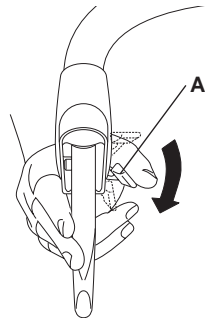

Fig. 1
- 1 - Push down the lever "A" (Fig. 1) repeatedly until the "smallest cog" position is reached.
- 1 - den Daumenschalthebel A (Abb. 1) komplett bis zum Anschlag zurückschalten und dabei den Schalthebel in die Position des kleinsten Ritzels bringen;